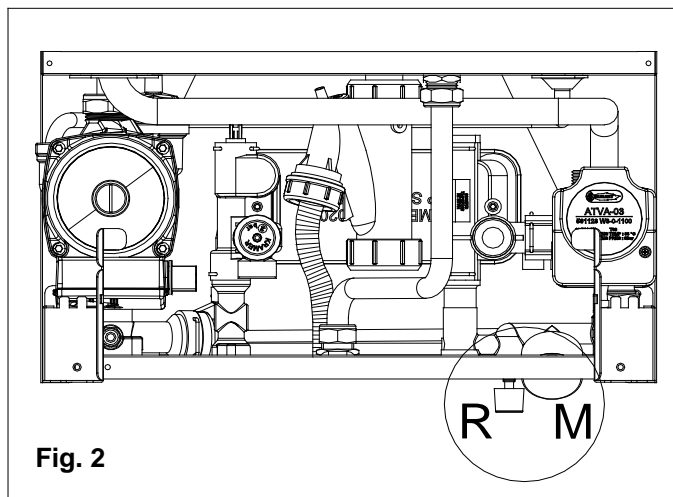

Fig. 2
E' necessario controllare, durante l'intero periodo di funzionamento della caldaia, la pressione idrica dell'impianto di riscaldamento, verificando che la pressione letta nel manometro **M** (fig. 2), posto nella parte inferiore della caldaia, segni un valore non inferiore a 1 bar.
Per ripristinare la pressione dell' acqua aprire il rubinetto di carico **R** (fig. 2) e controllare, attraverso il manometro **M** che la pressione dell'impianto raggiunga il valore di 1 bar corrispondente alla scomparsa sul display del pannello comandi del codice **H2O**.
- controllare la pressione idrica dell'impianto di riscaldamento e verificare che la pressione letta nel manometro **M** (fig. 2 ), posto nella parte inferiore della caldaia, segni un valore non inferiore a 1 bar;